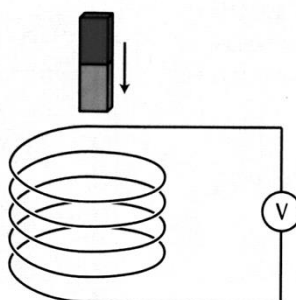

Рисунок 6.1
В этом опыте прямой постоянный магнит отпускается в свободное падение сквозь шесть одинаковых индукционных катушек, которые соединены последовательно (рис.6.1). Регистрируется зависимость наведённого напряжения от времени. Амплитуда этого напряжения возрастает от катушки к катушке по мере прохождения магнита через каждую из них, поскольку скорость движения магнита постоянно увеличивается.
1. Собрать схему согласно рис.6.1, установив трубку с шестью катушками в штатив с держателями. К последней нижней катушке подключается датчик напряжения 3В NetlogTM, который подключают к ПК. Опустить постоянный полосовой магнит без начальной скорости в полую трубку с шестью последовательно соединёнными катушками. Датчик зарегистрирует зависимость наведённого напряжения от времени $U = f(t)$ и выведет её на экран ПК. Также по данным измерения напряжения можно вывести на экран ПК зависимость магнитного потока от времени $\Phi = f(t)$.